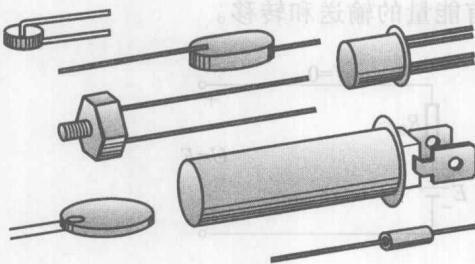
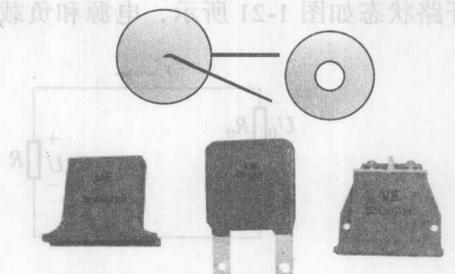

图 1-18 热敏电阻
图 1-19 压敏电阻
(1) 热敏电阻：其外形如图 1-18 所示。
① 负温度系数热敏电阻：简称 NTC (Negative Temperature Coefficient) 电阻，可应用于温度测量和温度调节，还可以作为补偿电阻，对具有正温度系数特性的元件（例如晶体管）进行补偿，此外还能抑制小型电动机、电容器和白炽灯在通电瞬间所出现的大电流（冲击电流）。
② 正温度系数热敏电阻：简称 PTC (Positive Temperature Coefficient) 电阻，可用于小范围的温度测量、过热保护和延时开关。
(2) 压敏电阻：其外形如图 1-19 所示。